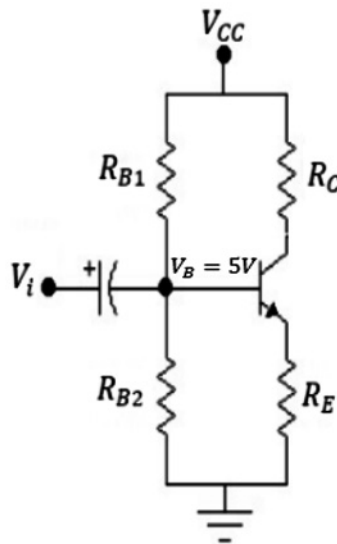

Figura 4.62 Diseño de circuitos con transistores. Fuente: Elaboración propia
- d) Diseñar el circuito de la figura 4.62 de modo que $V_B = 5V$ (mida o consulte el β del transistor).